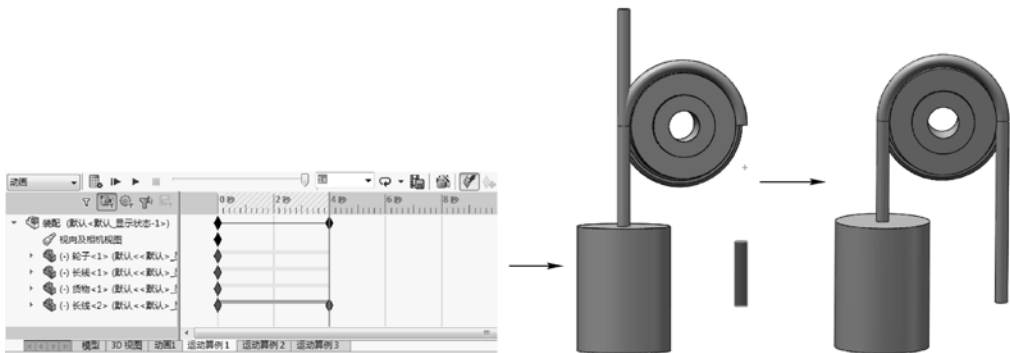

图 5-49 创建动画
STEP 4 切换到“运动算例”操控面板，将当前帧置于“4s”位置处，然后直接拖动右侧的长线，如图 5-49 所示，即可生成动画。单击“播放”按钮可看到动画效果。